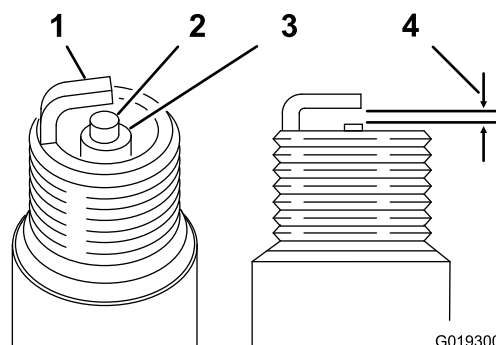

Figure 34
- Réglez l'écartement des électrodes entre 0,6 et 0,7 mm, comme montré à la (Figure 34). Posez la bougie avec l'écartement correct et serrez-la fermement à 23 N·m